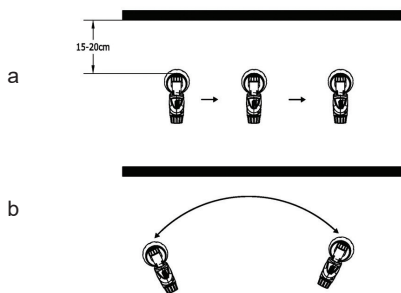

Fig. 1
- corectă (Fig. 1 a) Asigurați-vă că țineți pistolul la o distanță chiar de aprox. 2.5 la 30 cm la obiectul
- incorectă (Fig. 1 b) • spray de ceață grele construi-up, calitatea suprafeței inegală.